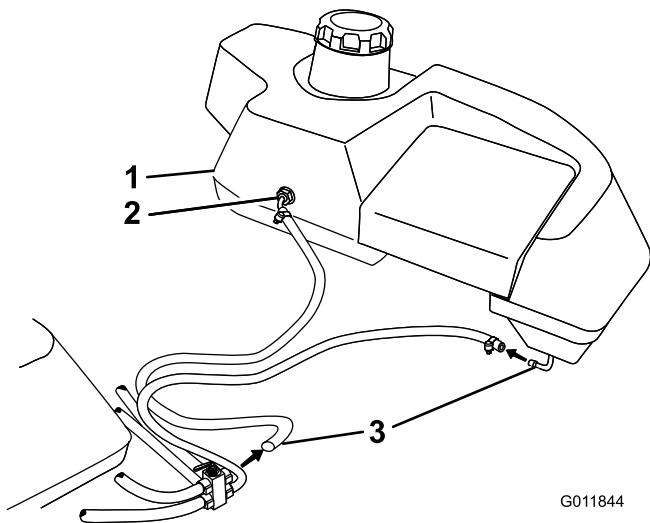

Figure 2
3. Retirez le flexible de carburant inférieur sur le réservoir de carburant gauche. NE retirez PAS le flexible de carburant supérieur sur le réservoir de carburant gauche (Figure 2).